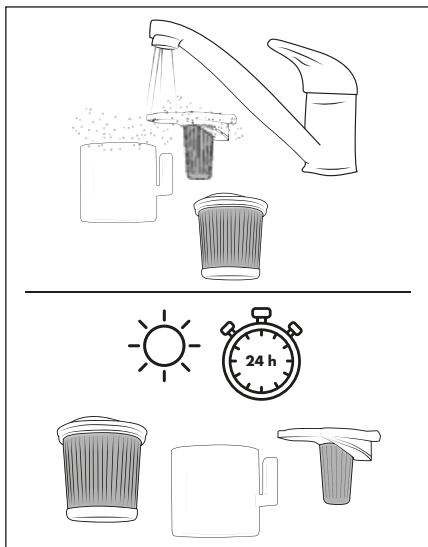

Fig. 18
- 5) Rincez le bac à filtre HEPA ⑤, le filtre HEPA ④ et le filtre en acier inoxydable ⑥ sous l'eau froide ou tiède. Laissez le bac à filtre HEPA ⑤, le filtre HEPA ④ et le filtre en acier inoxydable ⑥ sécher complètement à l'air avant de les replacer dans le bac à poussière ⑦ (voir fig. 18).